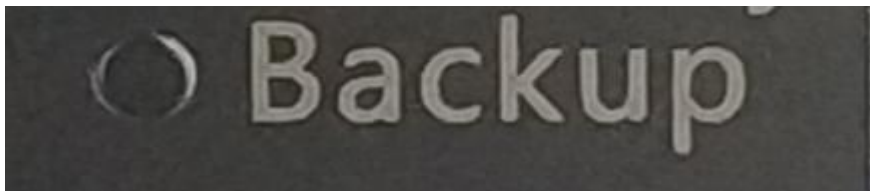

图 3 Backup 备份按键
(1) 检查工作：① 由于备份及还原操作过程中机器均不能外接存储设备，在操作之前务必先检查确认 USB 接口未连接外部存储设备，如 U 盘等，否则备份还原会出现错误；② 保证硬盘内存容量大小不小于 64G；
(2) 在关机状态下，找到机壳上 Backup（备份）按键(如图 3 所示)，并保持按下状态，然后按下开机键，直到进到 Ghost 界面再松开；